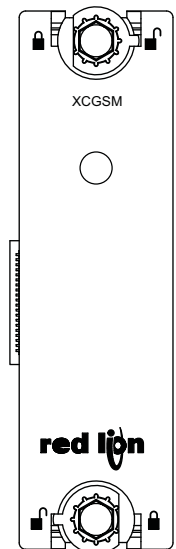

Figure 3
3. Vérifier que les verrous rotatifs de la carte optionnelle sont en position « déverrouillée », comme illustré sur la Figure 3.